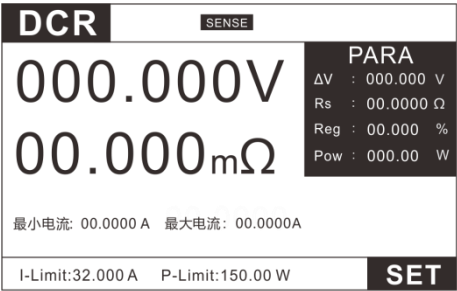

图 3.32 DCR 模式测试界面
DCR 测试界面图 3.32。
2、如图 3.32 在 DCR 界面下，按 **SET** 键进入设置界面图 3.33。